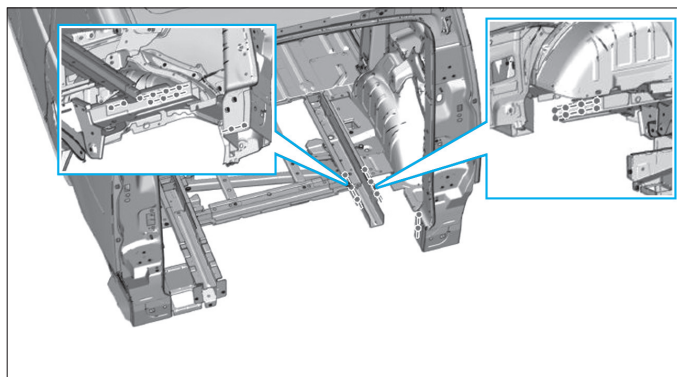

FIG. 113
- Préparer les bords d'accostage et les protéger par un apprêt soudable (Fig.113).